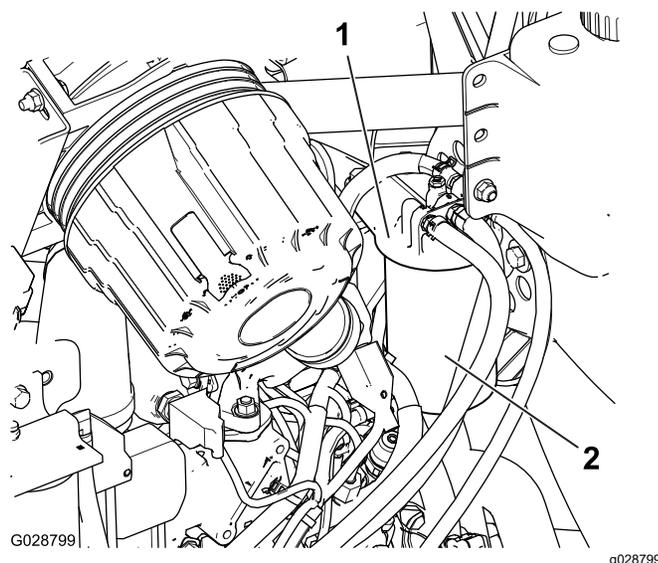

Figura 49
1. Limpe a zona em torno da cabeça do filtro de combustível (**Figura 49**).
2. Retire o filtro e limpe a superfície de montagem da cabeça do filtro (**Figura 49**).